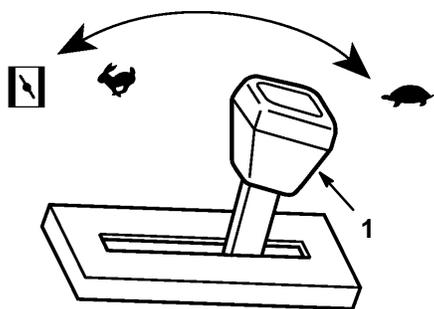

Figure 13
1. Mettre la manette des gaz en position  (Fig. 13).
1. Amener la manette des gaz sur la position  (Fig. 13).